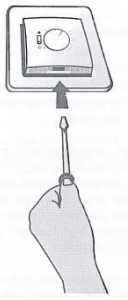

Рис. 3. Снятие передней панели терморегулятора.
2. Для установки терморегулятора нужно снять его переднюю панель. Для этого при помощи плоской отвертки или канцелярской скрепки необходимо осторожно нажать на пружинящую защелку, находящуюся напротив центральной прорези в нижней части корпуса, одновременно оттягивая к себе центральную крышку панели за её нижнюю часть (Рис. 3).